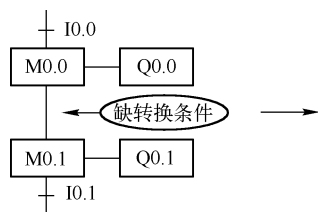
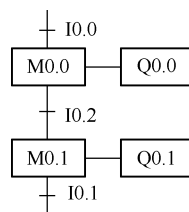
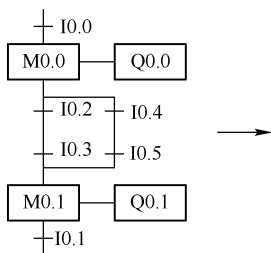
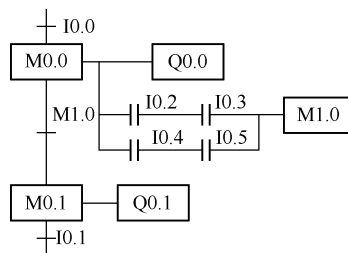

图 6-9 错误的功能图
图 6-10 正确的功能图
图 6-11 简化前的功能图
图 6-12 简化后的功能图
1) 状态之间要有转换条件。如图 6-9 所示，状态之间缺少“转换条件”是不正确的，应改成如图 6-10 所示的功能图。必要时转换条件可以简化，如将图 6-11 简化成图 6-12。